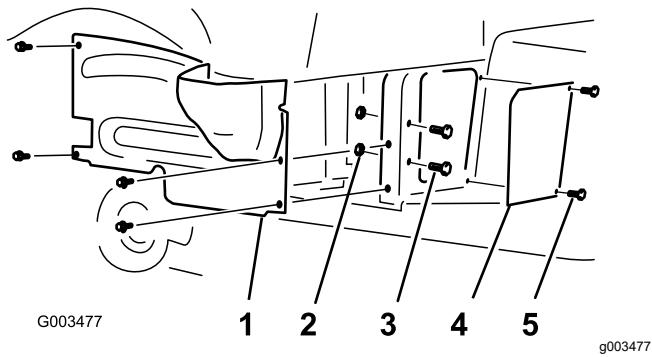

Figura 1
2. Retire los 4 tornillos con arandela prensada que sujetan la cubierta de la rueda derecha al bastidor (Figura 1).
4. Retire los 2 tornillos, 2 pernos, 2 arandelas y 2 tuercas que sujetan la rejilla al bastidor, y guarde las arandelas para su instalación posterior (Figura 1).